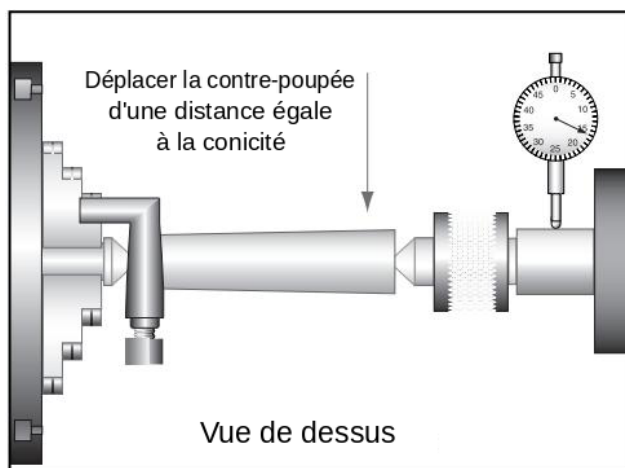

Figure 32
Avant d'effectuer des réglages sur la contre-poupée, montez un comparateur à cadran de façon que son palpeur appuie sur le fourreau de la contre-poupée. Voir la **Figure 32**.
5. Mesurez la pièce avec un micromètre. Si la pièce est plus grosse du côté de la contre-poupée, la contre-poupée doit être rapprochée de vous de la valeur de la conicité. Voir la **Figure 32**. Si la pièce est plus mince du côté de la contre-poupée, la contre-poupée doit être éloignée de l'opérateur d'au moins la valeur de la conicité. Voir la **Figure 33**.